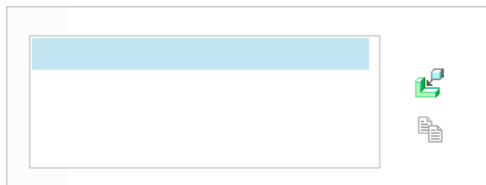

图 3.1.13 “夹具设置”设置界面
- **夹具设置** 按钮：单击此按钮，弹出图 3.1.13 所示的设置界面，用于设置夹具元件，用户可单击“添加夹具元件”按钮以添加已创建的夹具模型。